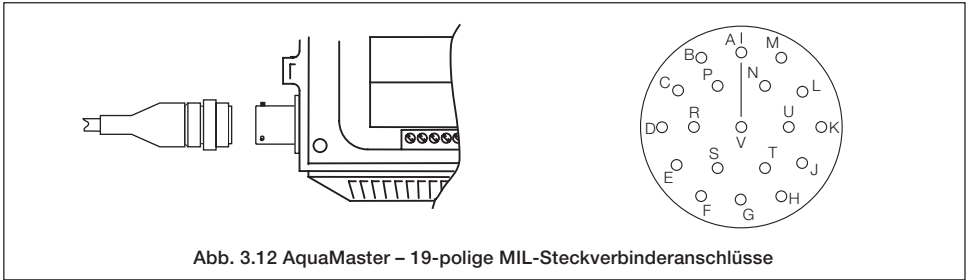

Abb. 3.12 AquaMaster – 19-polige MIL-Steckverbinderanschlüsse
- ① Falls der Messumformer nicht auf irgendeine Weise fixiert wird, platzieren Sie das Gerät mit der oberen Abdeckung nach oben.
- ② Reinigen Sie den Messumformer mit herkömmlichem Leitungswasser von losem Schmutz.
- ③ Nehmen Sie die obere Abdeckung des Messumformers und die Batteriehalterung ab – siehe Abb. 3.12.